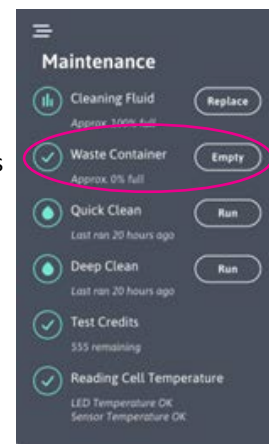

Figure 35
5. Appuyer sur le bouton « Récipient à déchets vide » dans le menu de maintenance pour réinitialiser (figure 35).